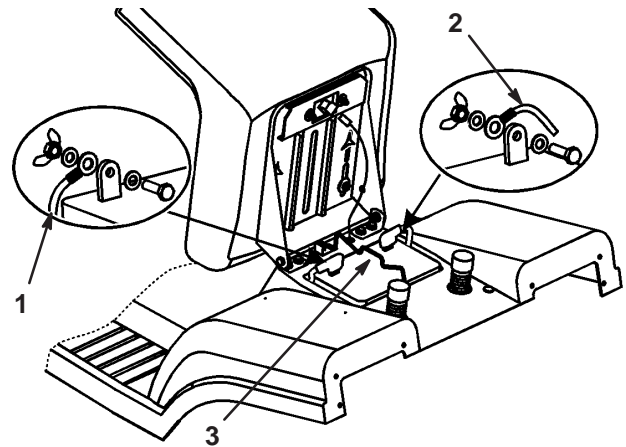

Figure 27
7. Débranchez le câble négatif (noir) de mise à la masse de la borne de la batterie (Fig. 27).
9. Débranchez le câble positif (rouge) de la borne de la batterie (Fig. 27).
10. Enlevez la tige de maintien de la batterie (Fig. 27).
1. Placez la batterie sur le châssis, en dirigeant les bornes vers l'avant de la machine (Fig. 27).
2. Fixez la batterie au châssis à l'aide de la tige de maintien (Fig. 27).
3. Connectez le câble positif (rouge) à la borne positive (+) de la batterie à l'aide du boulon et de l'écrou papillon (Fig. 27). Glissez le capuchon de caoutchouc sur la borne de la batterie.
4. Connectez le câble négatif (noir) à la borne négative (–) de la batterie à l'aide du boulon et de l'écrou papillon (Fig. 27). Glissez le capuchon de caoutchouc sur la borne de la batterie.